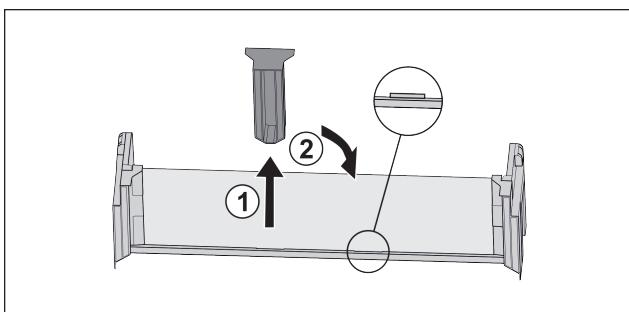

Fig. 110
- Витягнути середню деталь для підтримки Fig. 110 (1).
- Вставити середню деталь для підтримки на друге положення Fig. 110 (2).